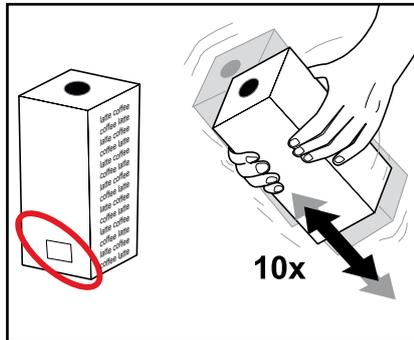

Fig. 2
- Por favor, tenha atenção a validade do produto indicada no pacote. (Fig. 2)
2. Agite o pacote de produto, no mínimo, 10 vezes antes de o colocar na máquina. (Fig. 2)